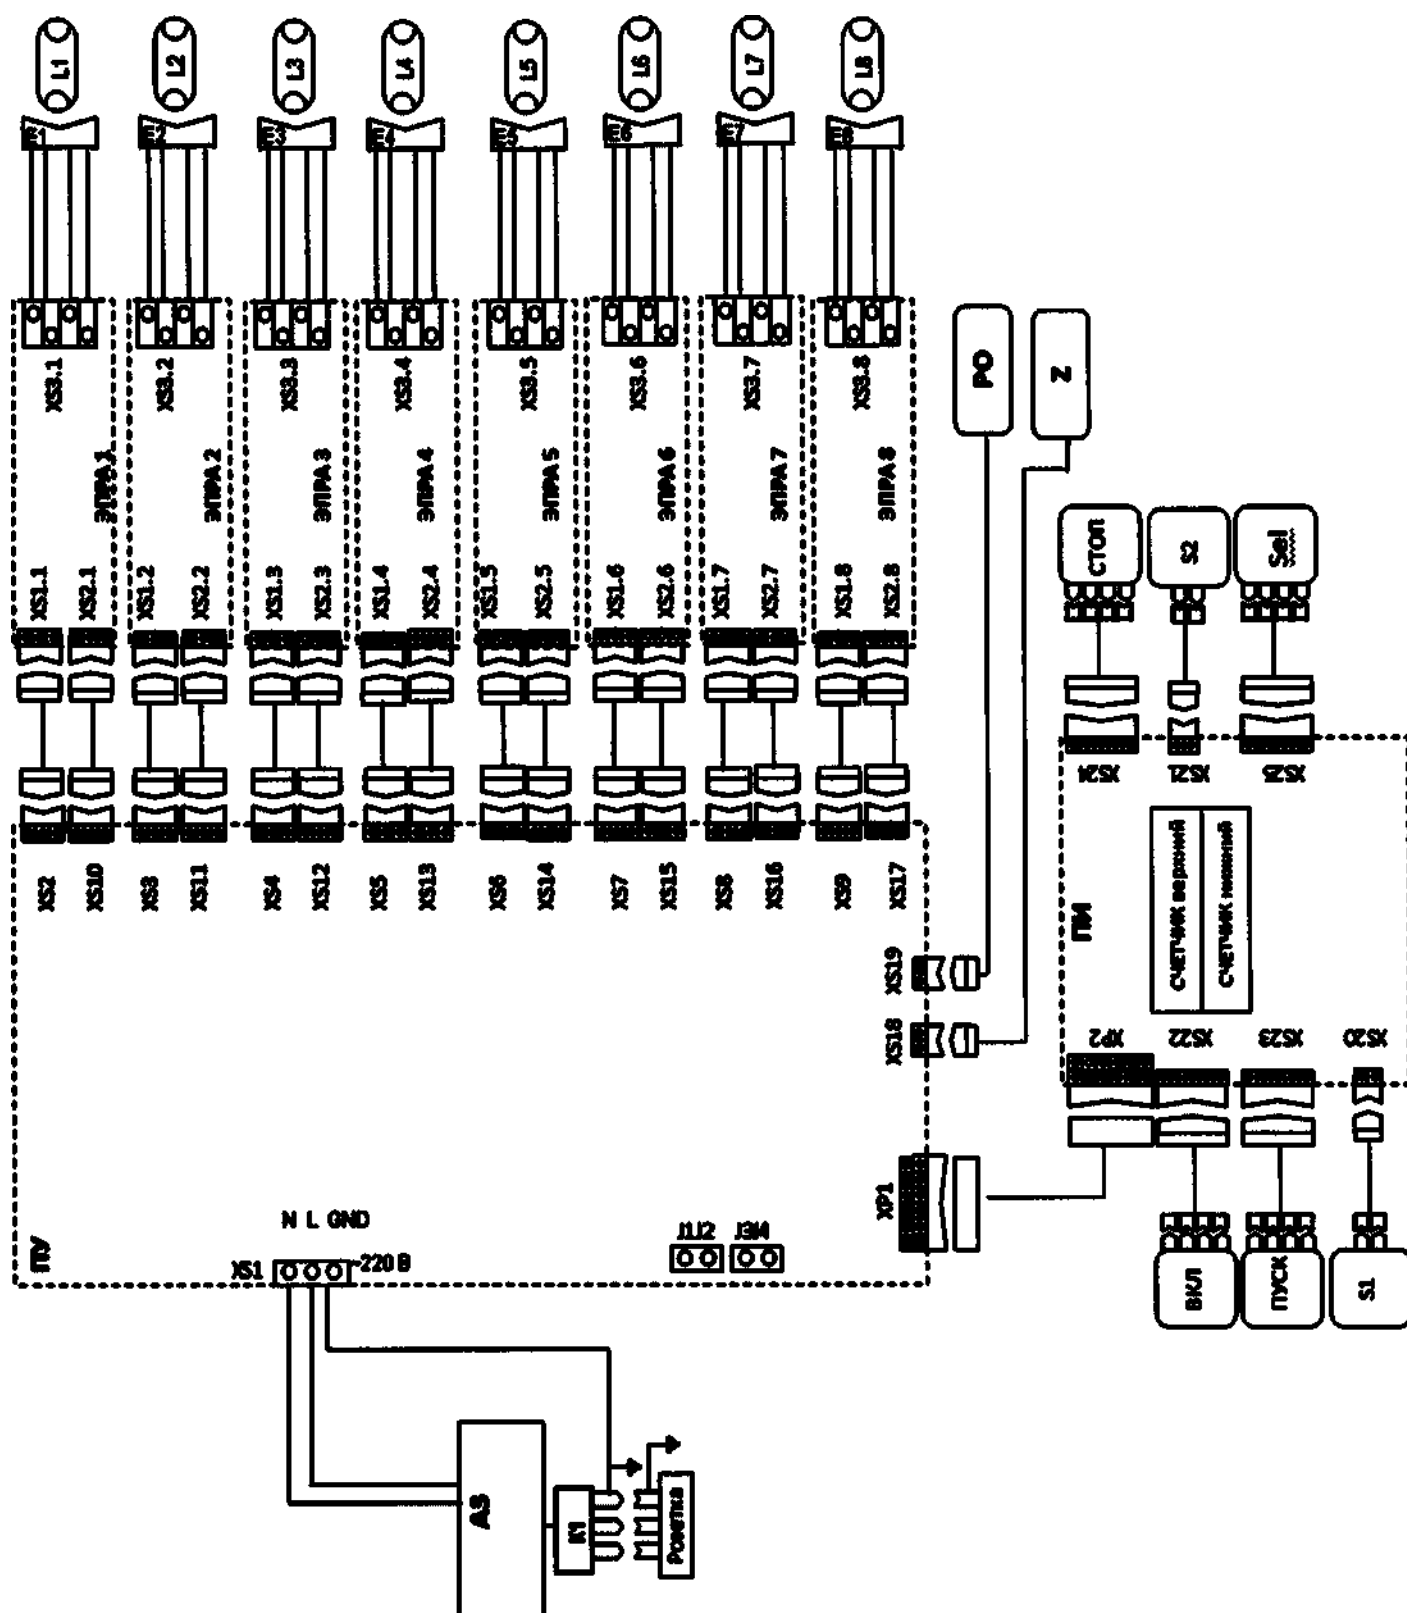

рис.30
- Вставить вилку шнура питания в розетку сети напряжением 220В с заземлением. При этом автомат защиты «АЗ» рис. 30 должен находиться в рабочем положении.